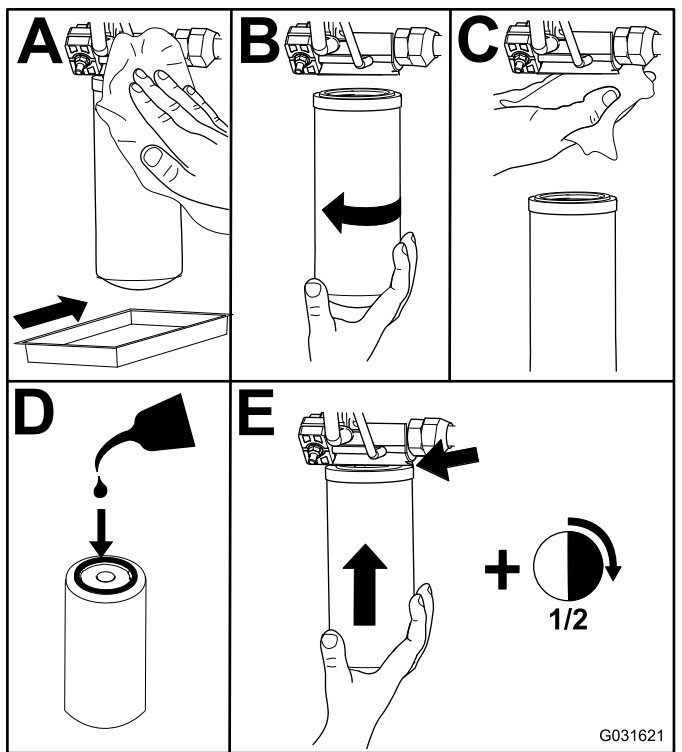

Figura 80
2. Cambie los filtros hidráulicos (Figura 80).